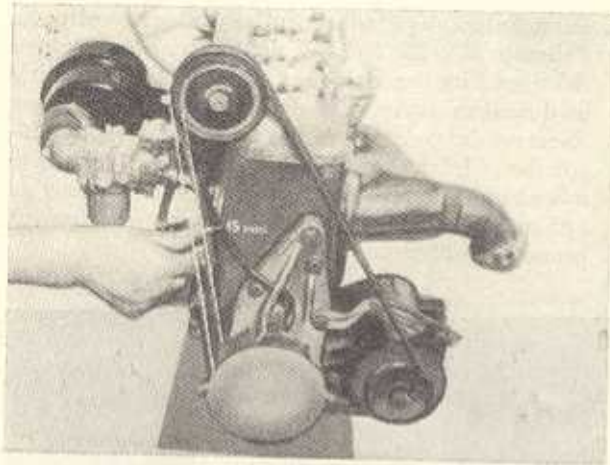

Bild M 42. Keilriemenspannung überprüfen
8. Keilriemen auflegen und Spannstrebe mit Sechskantschraube und Federscheibe am Zündaggregat und Klammer, vollständig, an der Lichtmaschine festschrauben, Keilriemenspannung überprüfen (Bild M 42).